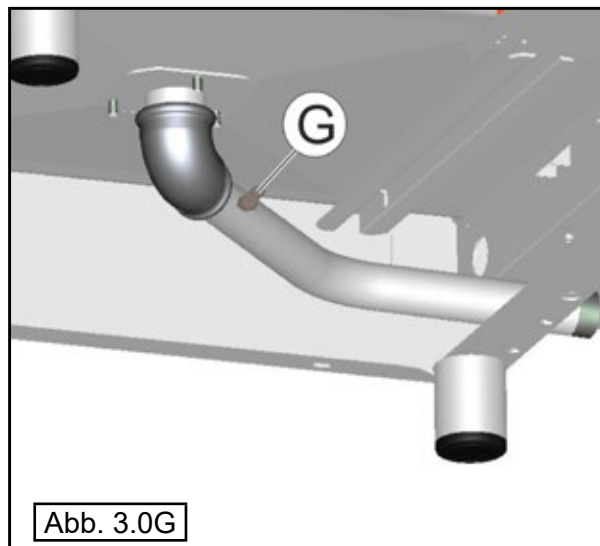

Abb. 3.0G
3.0G Thermostat system für die Kondensation der Abflusdämpfe: besteht aus einem Magnetventil, das von einem Thermostat mit Sensor am Abfluss gesteuert wird. Das Magnetventil führt über die Düse (G) dem Abflussrohr Kaltwasser zu, um den Dampf bei Erreichen von einer Temperatur von 90°C zu kondensieren. (Abb.3.0G).